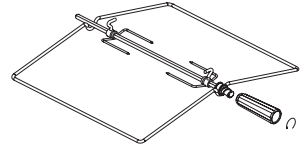
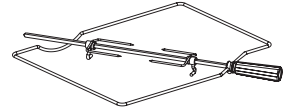

рис. 14
рис. 14.1
- 1.Плиты могут комплектоваться вертелом различной конструкции, со съемной рукояткой (рис.14). В зависимости от комфортности плиты могут комплектоваться вертелами другого исполнения (рис.14.1). Для вертела (рис. 14, рис.14.1) при установке и извлечении использовать рукоятку, которая накручивается на резьбовую втулку.
8. Установить ручку терморегулятора в положение «170°C» (с конвектором) или «190°C» (без конвектора). Во время приготовления дверца должна быть закрыта, для вертела (рис. 14, рис. 14.1) рукоятка должна быть снята.